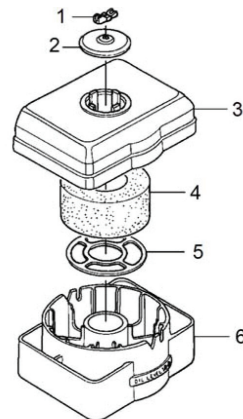

Рис. 21
1. Открутите гайку крышки воздушного фильтра (Рис. 21).